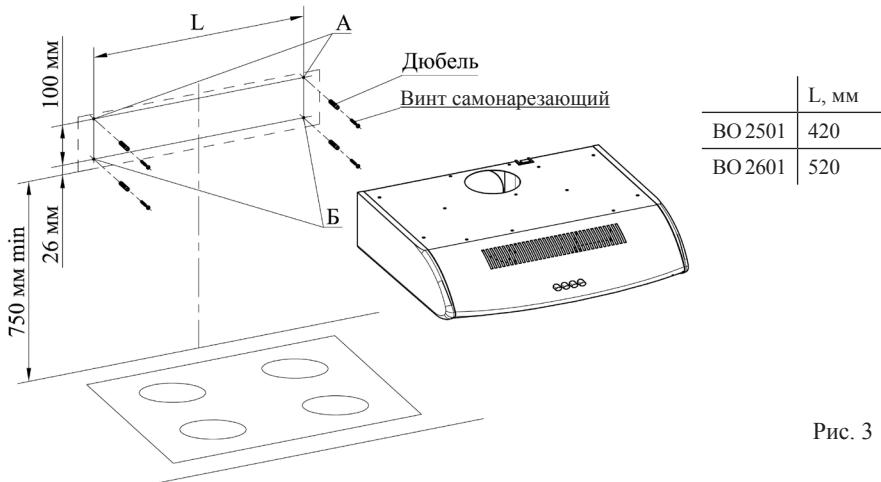

Рис. 3
**РОВНУЮ ПОВЕРХНОСТЬ** (рис. 3).
- 6.3 С учетом установочной высоты и центральной линии разметьте на стене отверстия (А и Б) (рис. 3).
- 6.4 Просверлите отверстия (А и Б) диаметром 8 мм на глубину 50 мм (рис. 3).
- 6.5 В отверстия вставьте дюбели согласно рис. 3 и по отверстиям А заверните не до упора два винта самонарезающих, на которые навесьте воздухоочиститель со снятыми фильтром металлическим (крышкой).